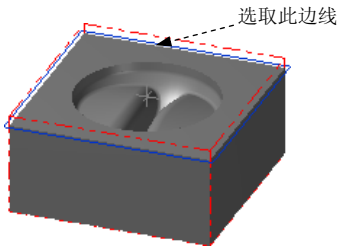
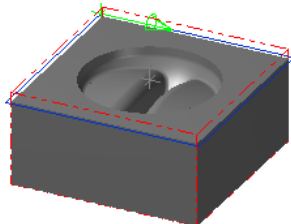

图 4.6 选取区域
图 4.7 定义区域
Step3. 设置加工区域。在图形区中选取图 4.6 所示的边线，系统自动选取图 4.7 所示的边链。单击按钮，完成加工区域的设置，同时系统弹出“2D 刀具路径—平面铣削”对话框。